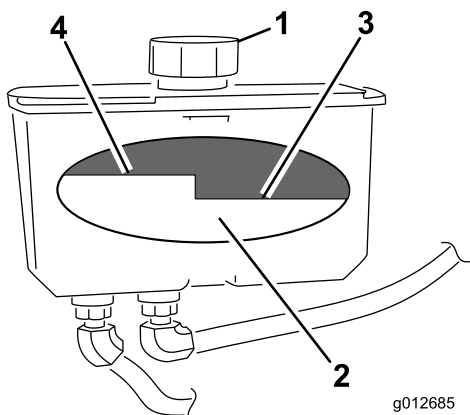

Figura 74
4. Limpe a zona em torno da tampa e do tubo de enchimento do depósito hidráulico (Figura 74).
- Retire a tampa do tubo de enchimento. Observe o interior para verificar o nível de óleo no reservatório. (Figura 74).
**Nota:** O nível do fluido deve ficar até ao cimo do nível quente do abafador, quando o fluido está quente (Figura 74).